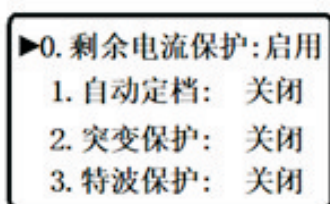

图11
- 功能设置：按【菜单】键打开菜单列表，选择“功能设置”选项，再按【菜单】键打开功能设置列表，如图11所示。通过【移位】或【递增】可进行各功能项切换；按【菜单】选定该功能项，【移位】或【递增】选择所需功能，按【菜单】键确认保存。
- 参数设置：在主菜单列表选定“参数设置”选项，按【菜单】键，密码验证界面，如图11所示，正确输入后面（默认密码为:9009）按【菜单】键打开参数设置列表，如图13所示；如上所述，通过【菜单】、【移位】、【递增】键组合进行参数修改。若放弃修改参数，按【返回】键返回菜单界面即可。